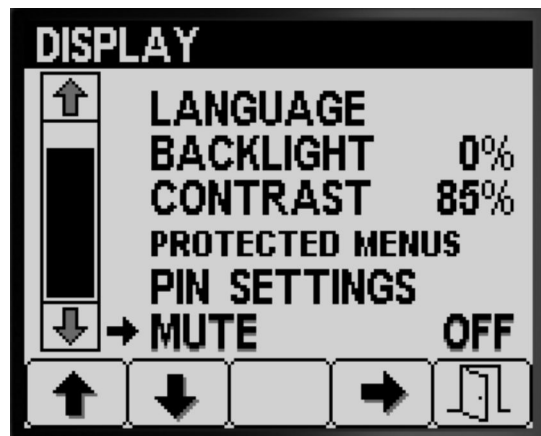

Bild 31
2. Drücken Sie die Taste 4, um die Audioanzeige auf ON oder OFF einzustellen (Bild 31).
3. Drücken Sie Taste 5, um die Einstellung zu speichern, den Bildschirm MUTE zu beenden und auf den EINSTELLUNGEN-Bildschirm zu gehen (Bild 31).